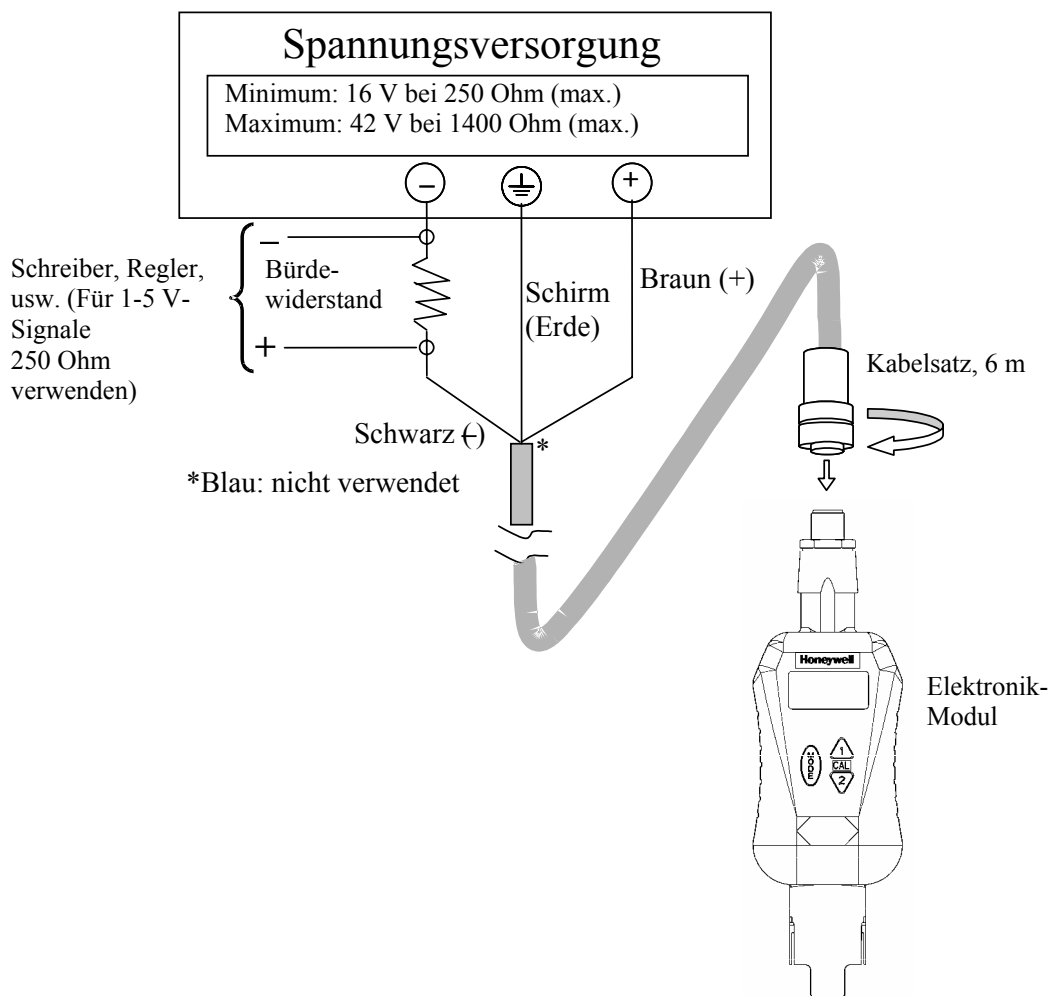

Abbildung 2-1 Verdrahtung mit Kabel mit angegossenem Stecker
- 1) Kabel mit angegossenem Stecker. S. Abbildung 2-1
Siehe Abbildung 2-1. Der Stecker eignet sich für Kabel mit einem Außendurchmesser von 4-6 mm und einem 2-adrigen verdrehten Leiterpaar.
5	Anschluss des Kabels an die Spannungsversorgung Schließen Sie die andere Seite des Ausgangskabels an die 16-42 V DC-Versorgung an wie in Abbildung 2-1 dargestellt. Anmerkung: Die Leitungsfarben können je nach Kabel von der Abbildung abweichen.